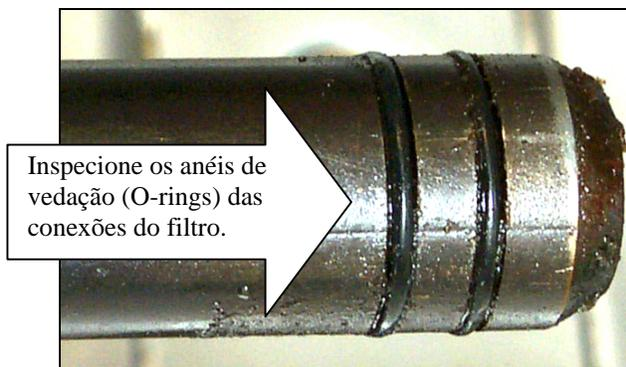

Figura 2
2. Inspeccione as conexões do tacho de filtragem para ver se os dois anéis de vedação (O-rings) estão em boas condições. (Veja a Figura 2)